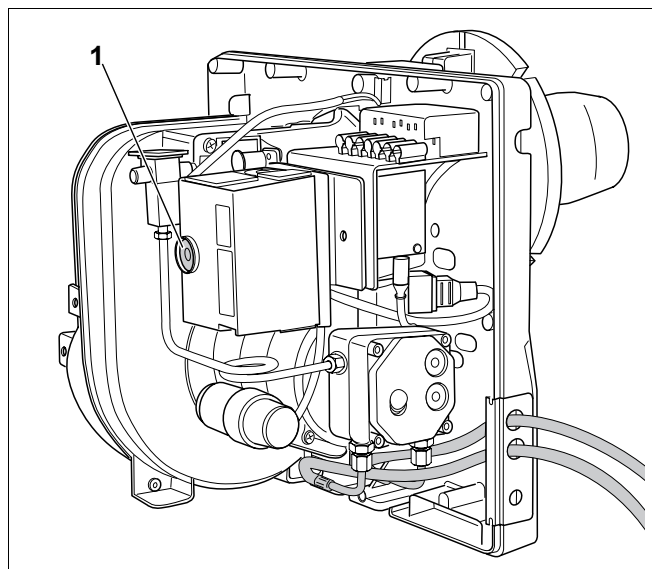

Fig. 10 Butonul de resetare și semnale luminoase
- Aerisiți sistemul cu ajutorul pompei de combustibil lichid încorporate și nu prin apăsări repetate ale tastei de resetare (Fig. 10, **Poz. 1**).
- Se apasă tasta de resetare (Fig. 10, **Poz. 1**, pagina 16).
- După un timp de așteptare de cca. 50 secunde se deblochează automatul de ardere pe combustibil lichid prin apăsarea butonului (Fig. 10, **Poz. 1**, pagina 20) de resetare.